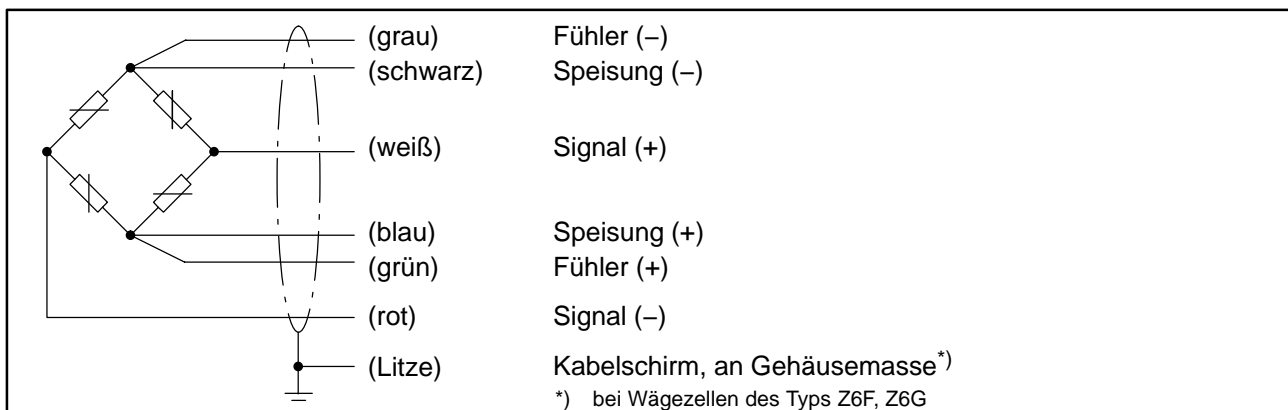

Abb. 4.1: Anschlussbelegung der Wägezelle (Sechseiter-Technik)
- Die Anschlussbelegung der Wägezelle ist in der Abbildung 4.1 dargestellt.